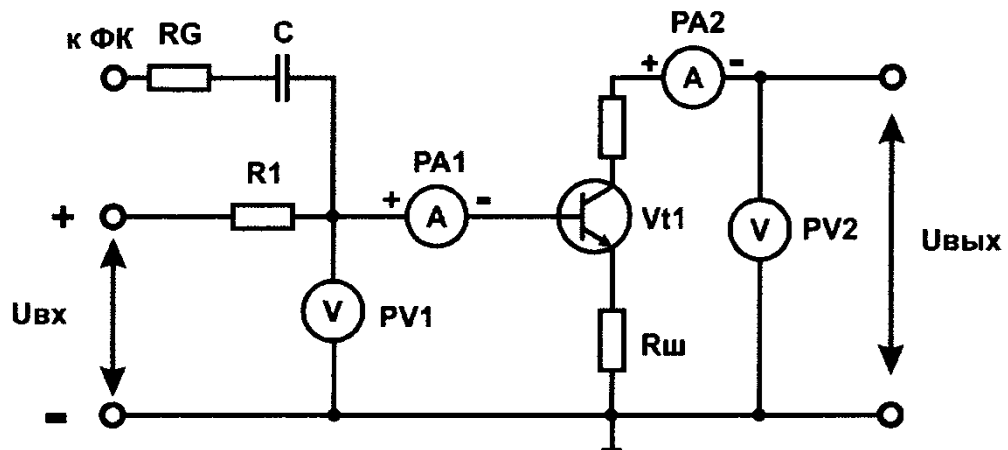

Рис. 1 Исследование биполярного транзистора
1.1 Собрать схему для снятия характеристик биполярного транзистора (рис.1). Между гнездами X2 и XII включить миллиамперметр РА3 блока «Измерительные приборы», между гнездами XI и X4 - миллиамперметр РА1. Соединить перемычкой гнезда X3 и X7. Между гнездами X2, X5 и X4, XI6 включить измерительные приборы PV1, PV2 блока «Измерительные приборы» в режиме измерения постоянного напряжения. Подключить источник « $= U_2$ », установив тумблер SA2 в нижнее положение.